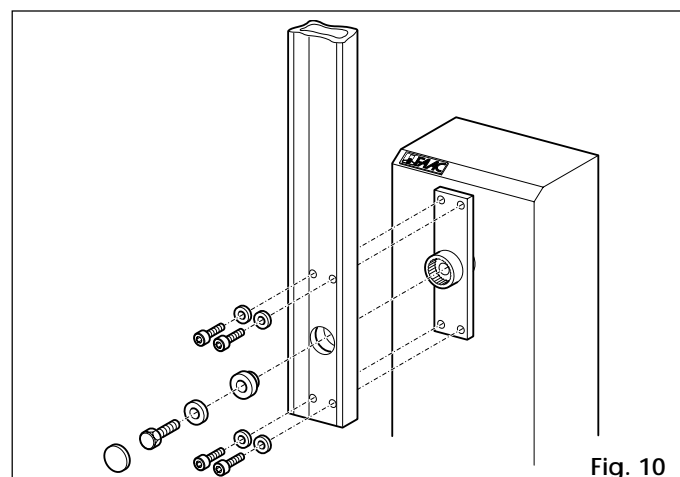

Fig. 10
- 4) Assemblare la sbarra utilizzando la viteria in dotazione come indicato nelle fig. 10 e 10 b. Applicare il tappo copriforo (solo 620). Il profilo di gomma della sbarra deve essere rivolto nel senso di chiusura.